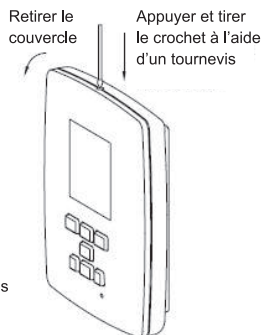

Figure 3. Démontage du couvercle de récepteur
5.Ouvrez l'émetteur comme indiqué Figure 3. A l'arrière de l'émetteur, il y a 3 micro-interrupteurs qui permettent de paramétrer l'émetteur. L'interrupteur N°3 permet de sélectionner le type d'appareil ; ON pour un système de chauffage et OFF pour un système de climatisation.